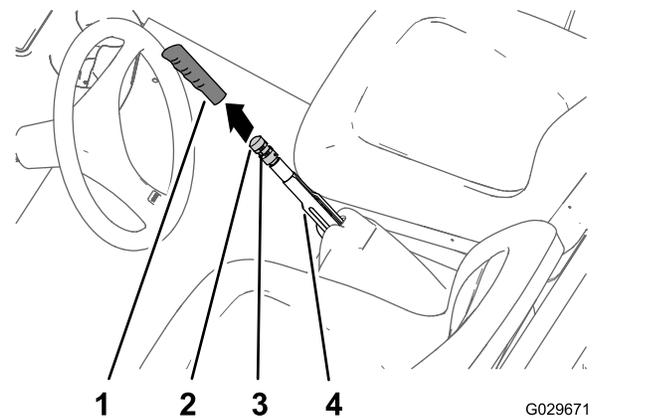

Figura 67
1. Retire la empuñadura de la palanca del freno de estacionamiento (Figura 67).
2. Afloje el tornillo de fijación que sujeta el pomo de ajuste del freno a la palanca del freno de estacionamiento (Figura 67).
- Gire el pomo de ajuste del freno hasta que se requiera una fuerza de 133-156 N para accionar la palanca de freno de estacionamiento (Figura 67).
- Apriete el tornillo de fijación e instale la empuñadura (Figura 67).
- Retire la empuñadura de la palanca del freno de estacionamiento (Figura 67).
- Afloje el tornillo de fijación (Figura 67) que sujeta el pomo de ajuste del freno a la palanca del freno de estacionamiento y afloje el pomo de ajuste del freno.
- Gire el pomo de ajuste del freno (Figura 67) hasta que se requiera una fuerza de 133-156 N para accionar la palanca de freno de estacionamiento.